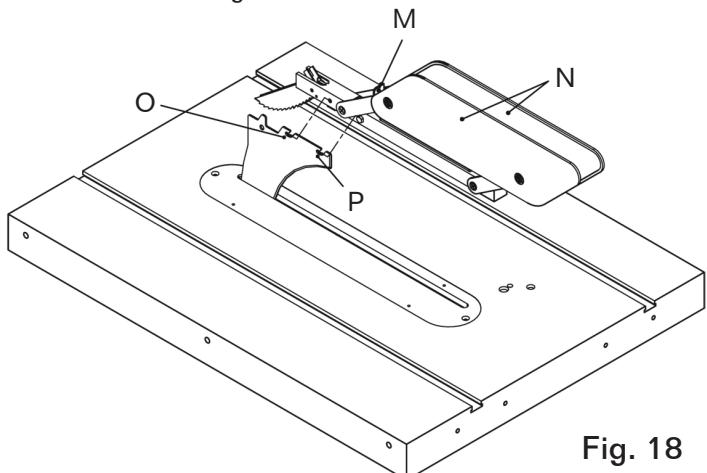
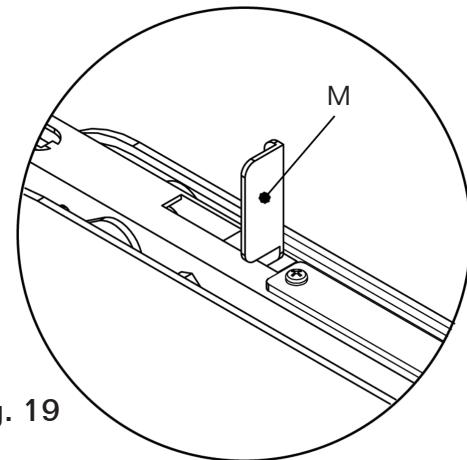

Fig. 18
Fig. 19
1. Antes de la instalación de la guarda del disco (N), por favor confirme Fig. 18 que la manija (M) se mantenga abierta como Fig. 19.
2. Tire hacia arriba los protectores como en Fig. 18.
3. Inserte los protectores en la posición O y P del esparcidor como en Fig. 18.